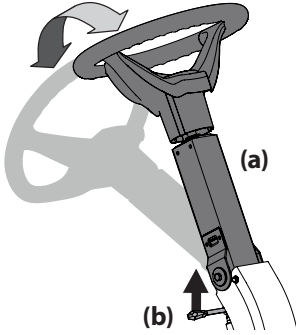

Figura 8
1. Para inclinar la columna del volante (a) hacia delante, levante la palanca de ajuste de la columna del volante de dirección (b), coloque la columna del volante (a) en la posición deseada y luego suelte la palanca de ajuste de la columna del volante de dirección (b) para sujetar la columna del volante de dirección en su lugar. Consulte la Figura 8.